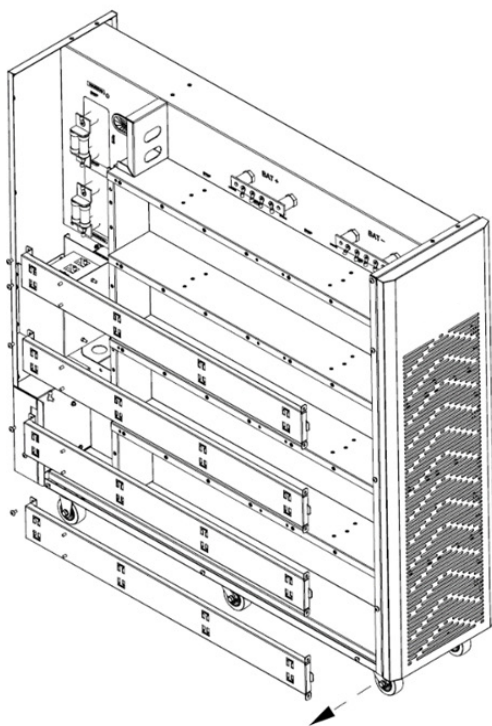

Figura 5-5A
4. Retire las barras del soporte lateral derecha e izquierda (Figura 5-5A v 5-5B).